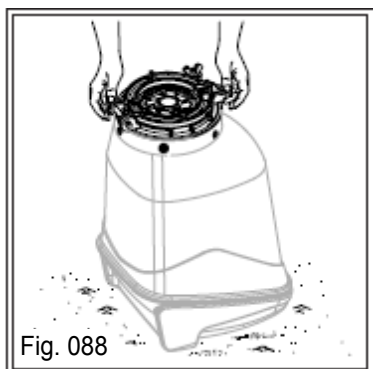

Fig. 088
d) Posicione o depósito com o fundo para cima (Fig. 088);